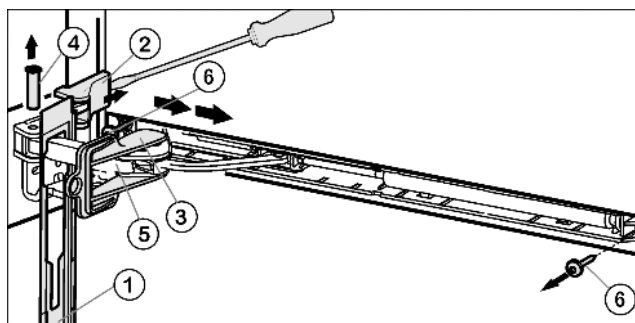

Fig. 5
- ▶ Krytku posuňte dopředu přes třmen tlumiče Fig. 5 (5) směrem k přístroji.
- ▶ Pojistku Fig. 5 (3) zaklesněte do podélného otvoru.
- ▶ Kryt Fig. 5 (2) nadzvedněte šroubovákem z vnější strany a vyjměte ho směrem ven.
- ▶ Čep Fig. 5 (4) zespod vytlačte.
- ▶ Třmen tlumiče Fig. 5 (5) tlačte ve směru dveří.
- ▶ Krytku Fig. 5 (1) sejměte.
- ▶ Celou jednotku tlumiče zavírání vyšroubujte (2x Torx® 15) Fig. 5 (6).